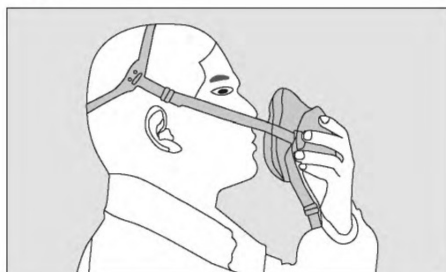

Figura 1
- 1) Enfunda la correa de cabeza superior en la cabeza (Figura 1) .